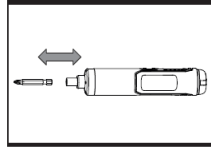

Fig.B1
B) DEN BIT EINSETZEN UND ENTFERNEN (SIEHE ABB. B1, B2)